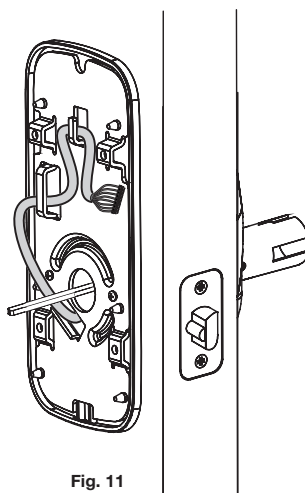

Fig. 11
8. Pase el cable conector a través de la ranura de la parte superior izquierda de la placa de montaje interior, y finalmente pasándola por detrás del gancho central. (Fig. 11).